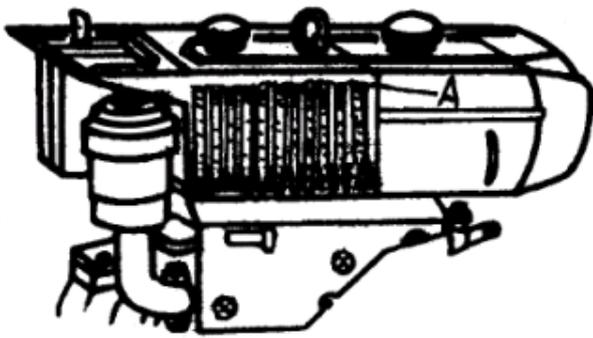
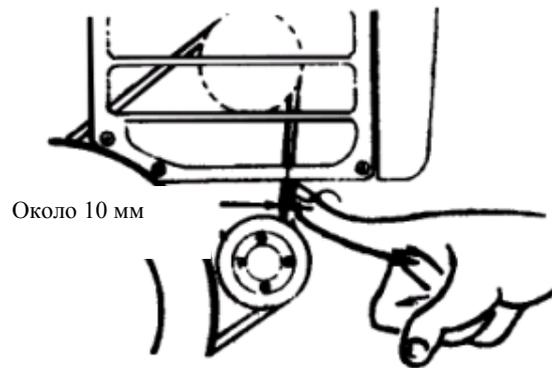

Рис. 5 Уровень воды в конденсаторе
Рис. 6 Регулировка натяжения клинового ремня
- (1) Снимите крышку заливного отверстия охлаждающей воды.
- (2) Залейте воду до уровня А, как показано на рис. 5.
- (3) Не забудьте плотно затянуть крышку на заливном отверстии после завершения заливки.
(4) Проверьте натяжение ремня охлаждающего вентилятора и, при необходимости, отрегулируйте его, как показано на рис. 6.